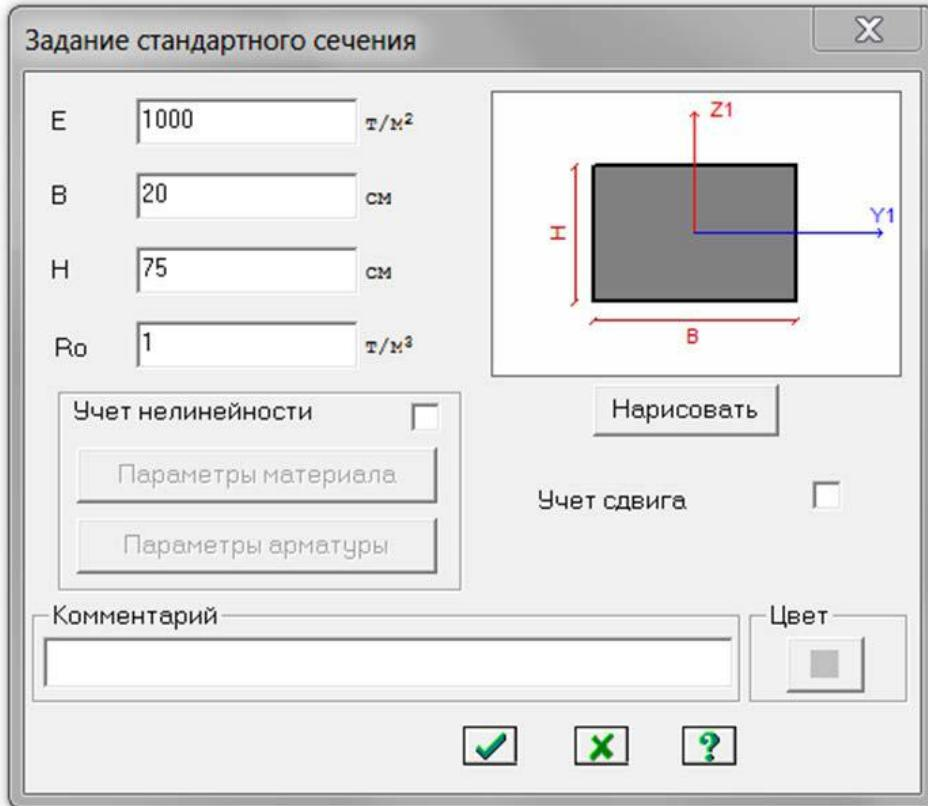

Рис. 2.24. Задание стандартного сечения
- В окне Задание стандартного сечения введите данные согласно рис. 2.24 и – Применить.